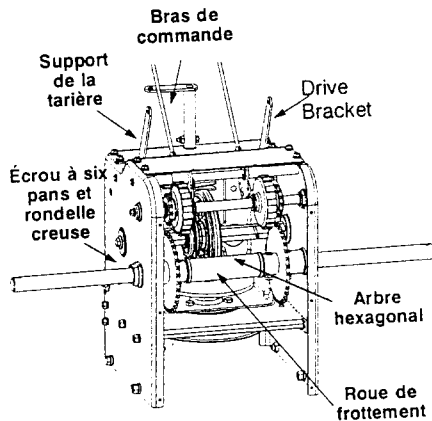

FIGURE 26
gêne pas le mouvement des pièces lorsqu'il est étiré. Voir la figure 26.
- Utilisez une clé de 7/8 po pour maintenir l'arbre hexagonal, puis retirez la vis à tête hex., la rondelle creuse et le roulement du côté gauche du châssis. Voir la figure 26. Tenez la roue de frottement et dégagez l'arbre hexagonal de la machine en le glissant vers le côté droit.